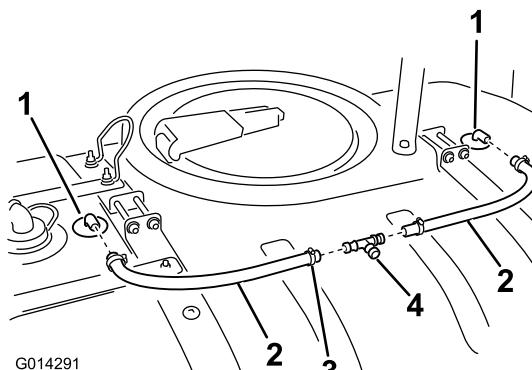

图21
2. 在每根软管两端安装一个软管夹（图21）。
3. 将软管安装在冲洗喷嘴的宝塔接头上（图21）。在另一个冲洗喷嘴宝塔接头处重复此步骤。
2. 将三通接头安装在冲洗喷嘴软管的开口端，冲洗喷嘴软管之前已如（图21）所示安装完毕。